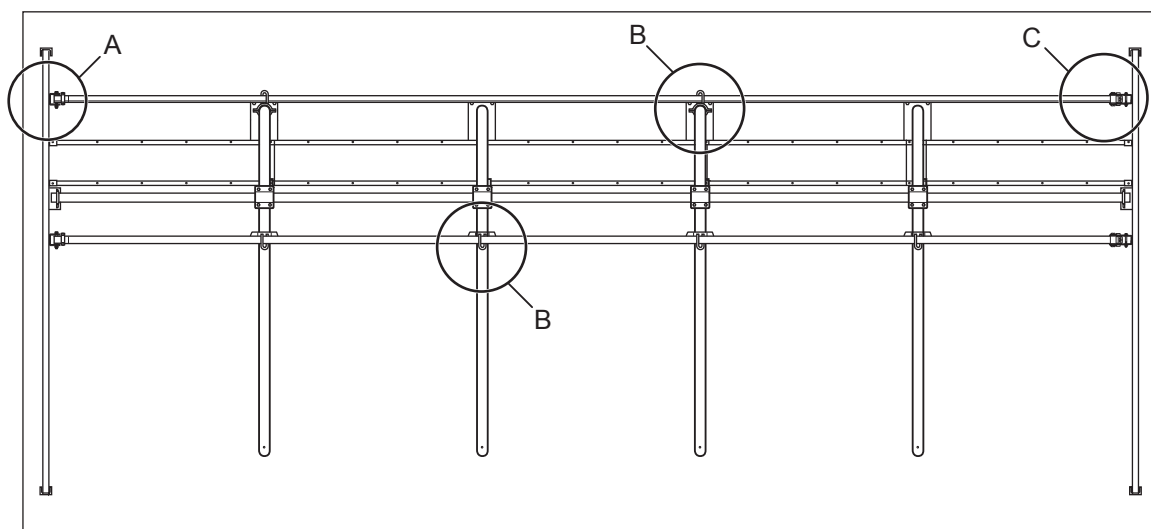

Fig. 19: Radskiller, sett ovenfra.
1. Monter en endebrakett i hver ende av raden (A og C), se Fig. 19.
4. Monter båndet på én av endebrakettene med en skjøl (A), se Fig. 19.
5. Monter braketten til fleksibelt bånd (B) på riktig sted på liggebås. Se Fig. 19.
7. Fest strammeren på den festede endebraketten på motsatt side og fest båndet (C). Se Fig. 19.